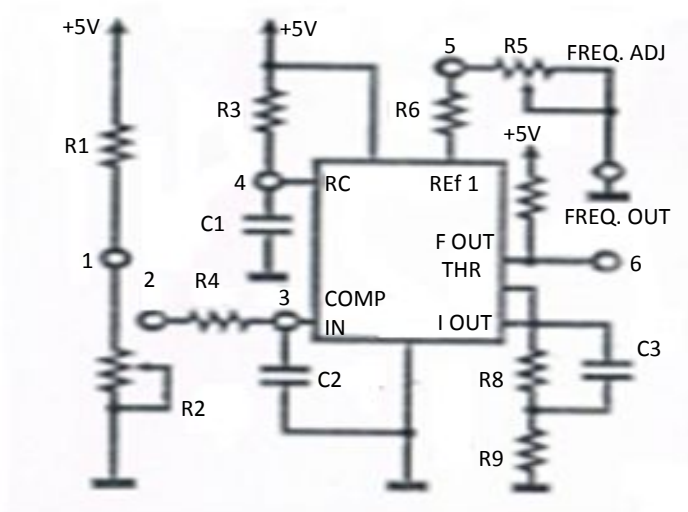

Figure 2.1 : Convertisseur tension-fréquence
- 2) Brancher le multimètre entre la bague 1 du bloc 2 et la masse (Figure 2.1).